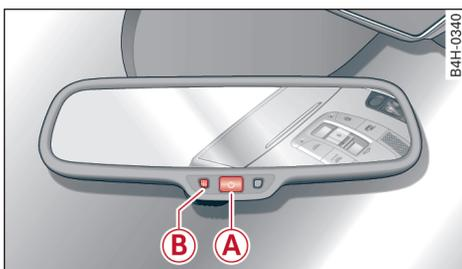

图 50 自动防眩车内后视镜\*
- ▶ 按按钮 A → 图 50。指示灯 B 亮起。光线射入（如后面射来的大灯光）时，内后视镜或外后视镜\*会作防眩目处理。